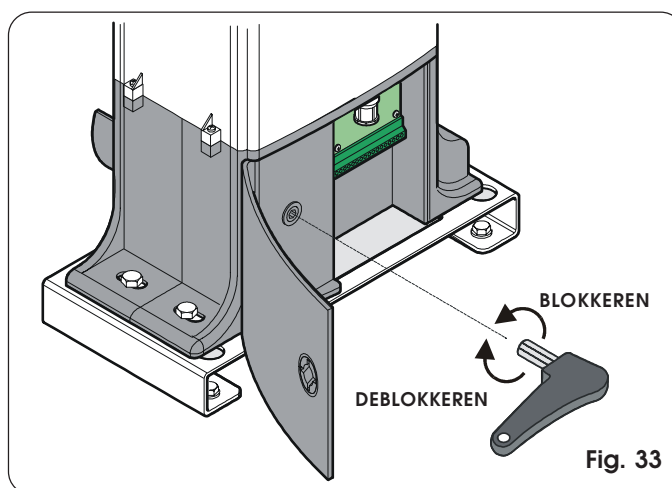

Fig. 33
- Haal de bijgeleverde sleutel die achter het luikje zit weg; steek deze in het ontgrendelsysteem en draai hem met de klok mee tot de mechanische aanslag (fig. 33).
- Draai de ontgrendelsleutel tegen de klok in tot aan de mechanische aanslag (fig. 33).